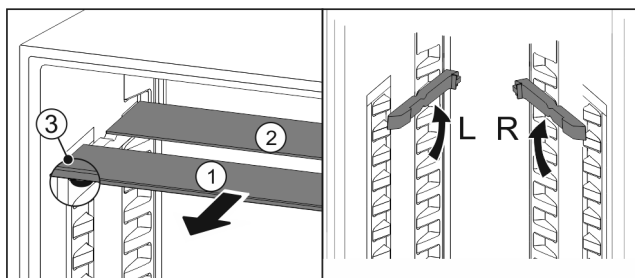

Fig. 120
- Skleněné desky jednotlivě vytáhněte dopředu Fig. 120 (1).
- Skleněná deska Fig. 120 (1) s ozdobnou lištou leží vpředu.
- Zářezky Fig. 120 (3) směřují dolů.